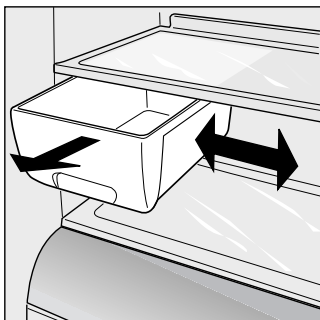

Рис. 2
Контейнер для хранения сыра/мяса (L) - съемный. Для оптимизации свободного места контейнер можно сдвинуть поперек (Рис. 2).